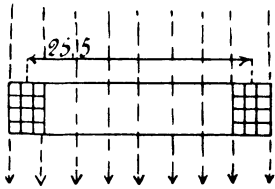

Abb. 56.
162. Eine Spule (sogeannter Erdinduktor) hat 150 [200] (350) Windungen, deren mittlerer Durchmesser 25,5 [35] (50) cm beträgt. Dieselbe wird vertikal so aufgestellt, daß die Ebene der Windungen von Osten nach Westen zeigt. Welche Elektrizitätsmenge wird in dem geschlossenen Stromkreise von 20 [40] (60) Ω Widerstand bei einer Drehung der Spule um 180° erzeugt, wenn die Horizontalkomponente \mathfrak{H}_e des Erdmagnetismus für den Aufstellungs-ort den Wert 0,2 [0,193] (0,19) Gauß besitzt? (Abb. 56.)